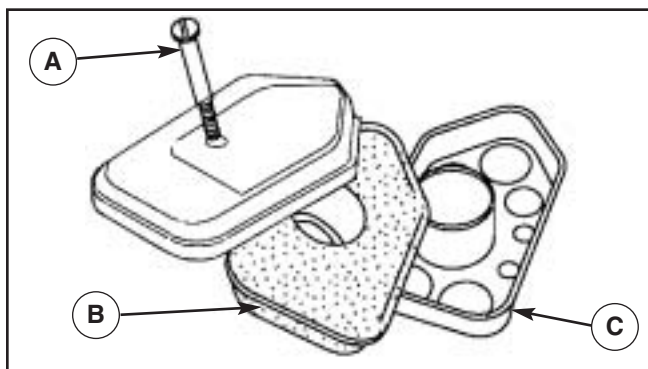

Figura 21 — Depurador de aire
1. Afloje el tornillo (A) (Figura 21).